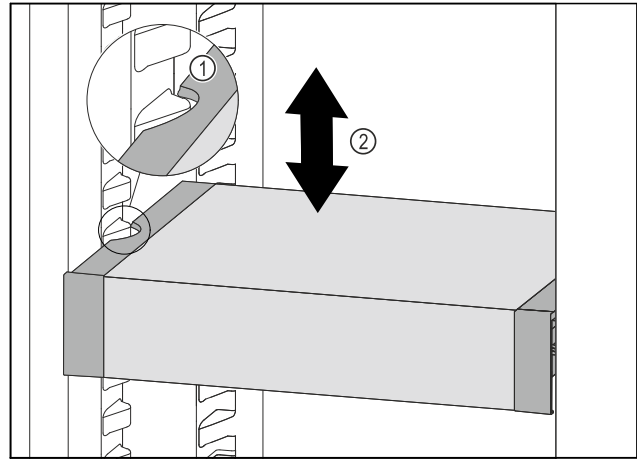

Fig. 131
- ▶ Тяните VarioSafe вперед, пока боковые выемки VarioSafe не окажутся на высоте выступа резервуара в холодильном отделении. Fig. 131 (1)
- ▶ Двигайте VarioSafe в холодильном отделении вверх или вниз, пока не будет достигнута требуемая высота. Fig. 131 (2)